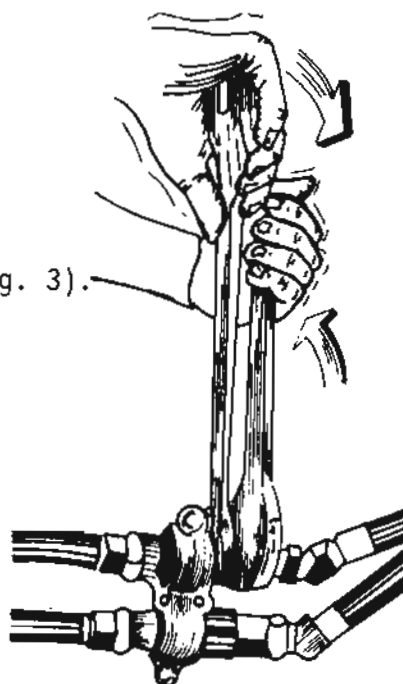

Fig. 3
- a Enrosque el racor de la manguera a la conexión de salida de aceite(fig. 3).